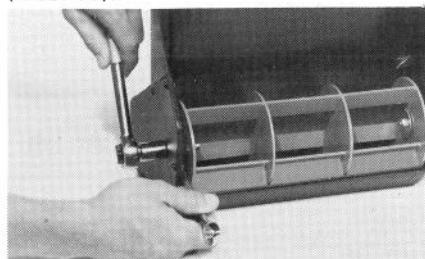

Abbildung 11
1. Stift, Sicherungsmutter und Unterlegscheibe am Räumwerk miteinem 9/16-Zoll offenen Schraubenschlüssel und einem 9/16-Zoll Steckschlüssel abnehmen (Abb. 11).